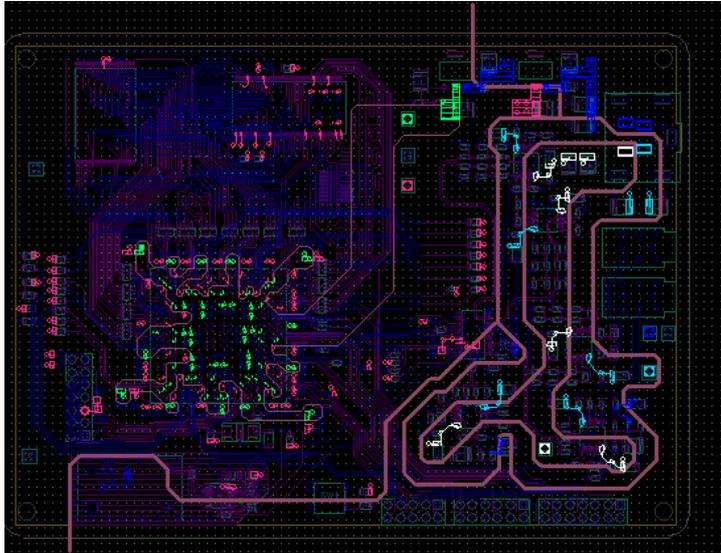

图 9-19 完成的隔离线
(16) 在 Allegro 工作区根据电源网络分布情况绘制分割线，把不同电压等级隔离为不同的区域。注意如果在整个铜皮边界处分割，则分割线要延长到板框之外。内部的封闭区域要使用封闭的隔离线，完成的隔离线如图 9-19 所示。